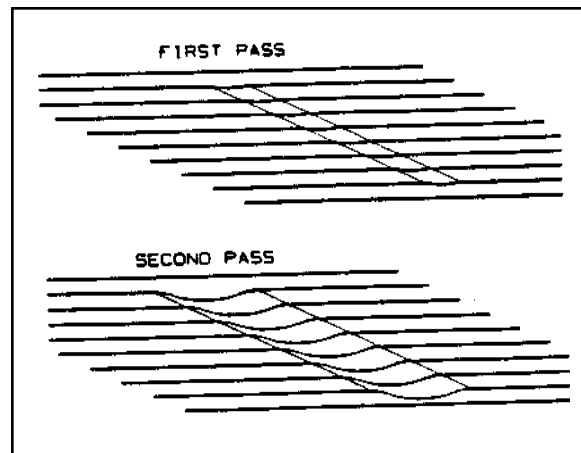

Figure 14
1. MARQUES DE TAMBOUR...sont provoquées lorsque l'opérateur abaisse le tambour sur le plancher sans déplacement. On enlève ces marques en ponçant à un angle de 45 degrés aux marques. Poncer la marque suivant le même parcours ne fera qu'augmenter la profondeur et la largeur de la marque. (voir figure 14).